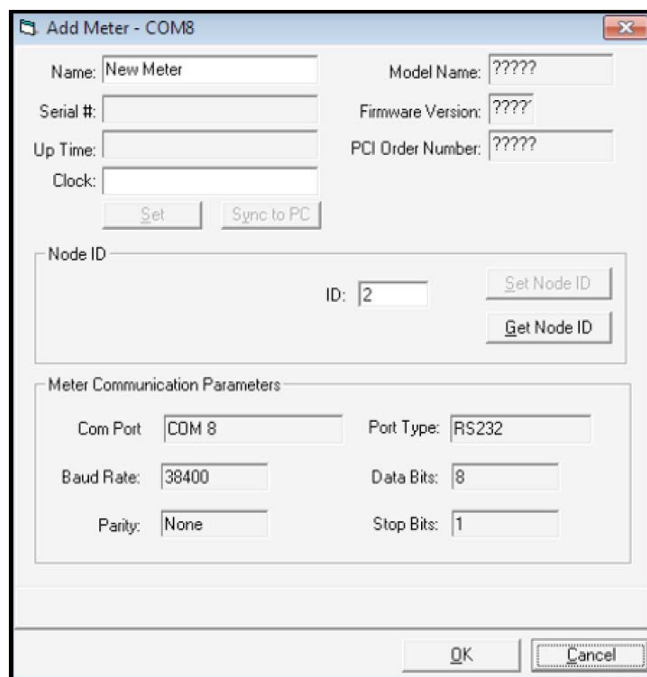

Рис. 5: Добавление имени прибора и серийного номера
- На следующем экране (см. *рис. 5* ниже) введите *Name* (имя) и *Serial Number* (серийный номер) и щелкните кнопку **OK** для добавления расходомера PT878 как нового прибора (new meter). Программа PanaView автоматически загрузит требуемые системные параметры в свою базу данных. На этом настройка программы PanaView завершена.